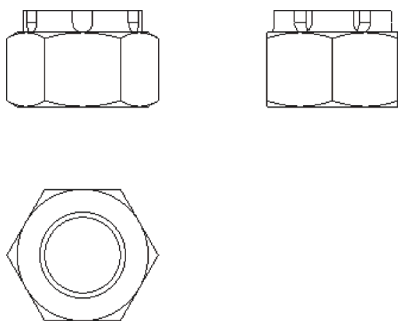

图 14-43 打开模型文件
STEP 01 单击快速访问工具栏中的“打开”按钮, 打开模型文件, 如图 14-43 所示。